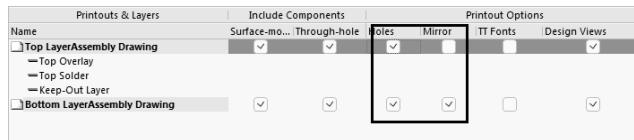

图 11-30 视图设置
- ① Top/Bottom Overlay: 丝印层。
- ② Top/Bottom Solder: 阻焊层。
- ③ Mechanical/Keep-Out Layer: 机械层/禁布层。
(3) 在如图 11-30 所示的视图设置对话框中，底层装配栏勾选“Mirror”选项，在输出之后观看 PDF 文件时是顶视图，反之是底视图。